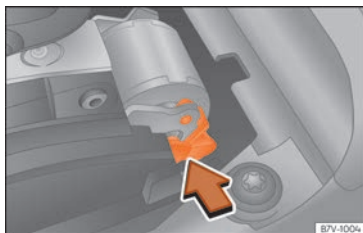

Fig. 53 Déverrouillage de secours du blocage du levier sélecteur.
- Poussez le levier de déverrouillage »» **fig. 53** dans le sens de la flèche et maintenez-le dans cette position.